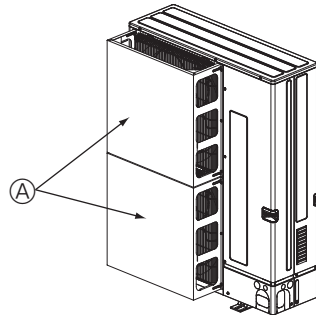

Fig. 2-4
- 2 Установите дополнительный воздуховод, если прибор установлен в месте, где сильный ветер от тайфуна и т.д. может попадать непосредственно в вентиляционную решётку. (Fig. 2-4)